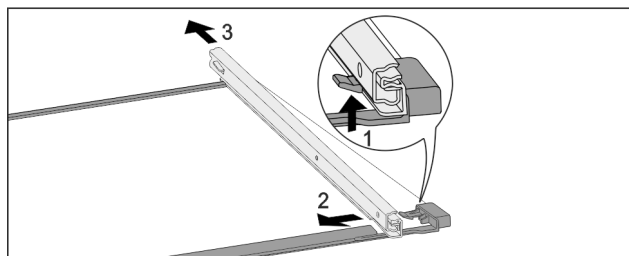

Fig. 179 Скляна пластина з рейками
- ▶ Натиснути передній гачок-фіксатор вгору. Fig. 179 (1)
- ▶ Виштовхніть виїзну рейку в сторону Fig. 179 (2) та назад Fig. 179 (3).